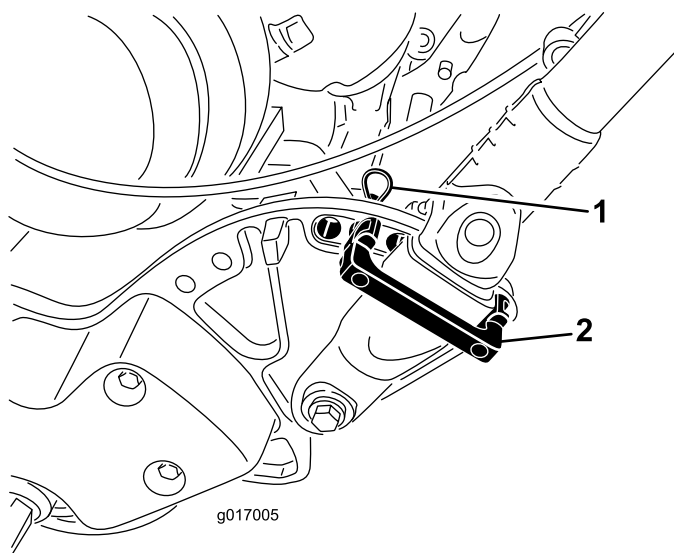

Figura 8
1. Sujete el manillar mientras retira las bridas que sujetan las abrazaderas a las chapas laterales (Figura 8).
2. Gire el manillar a la posición deseada e inserte un seguro de retención por encima de la abrazadera del manillar y a través de los taladros correspondientes de la chapa lateral (Figura 8).
3. Sujete la abrazadera con un pasador de horquilla (Figura 8).